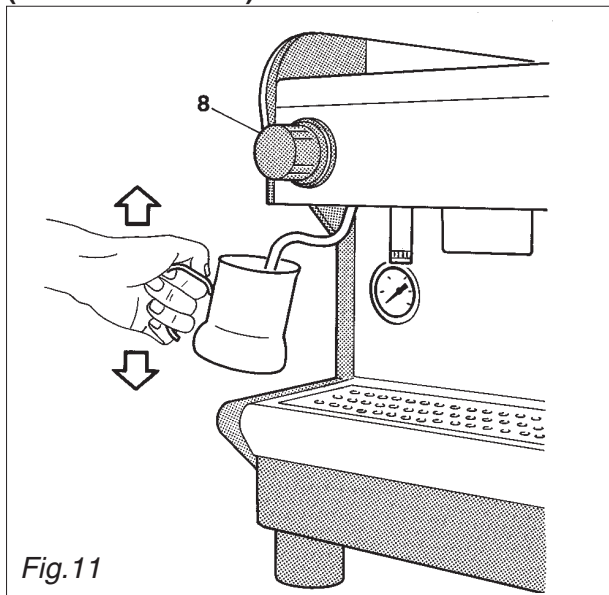

Fig.11
8.2. Come si prepara il cappuccino (Fig.11) (escluso DE/H TS)